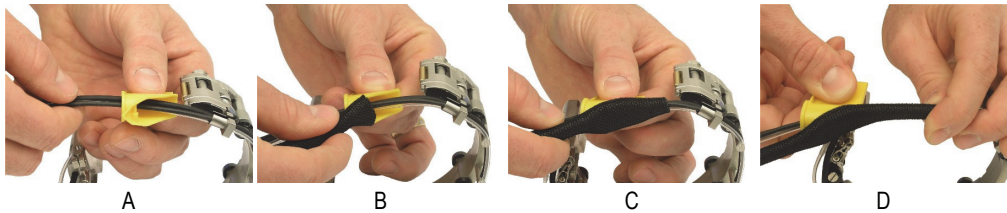

Figura 2-2 Instalar a capa protetora
2. Usar a ferramenta para encaixe amarela, insira a capa protetora sobre os cabos e o tubo da seguinte forma (veja Figura 2-2 na página 35):